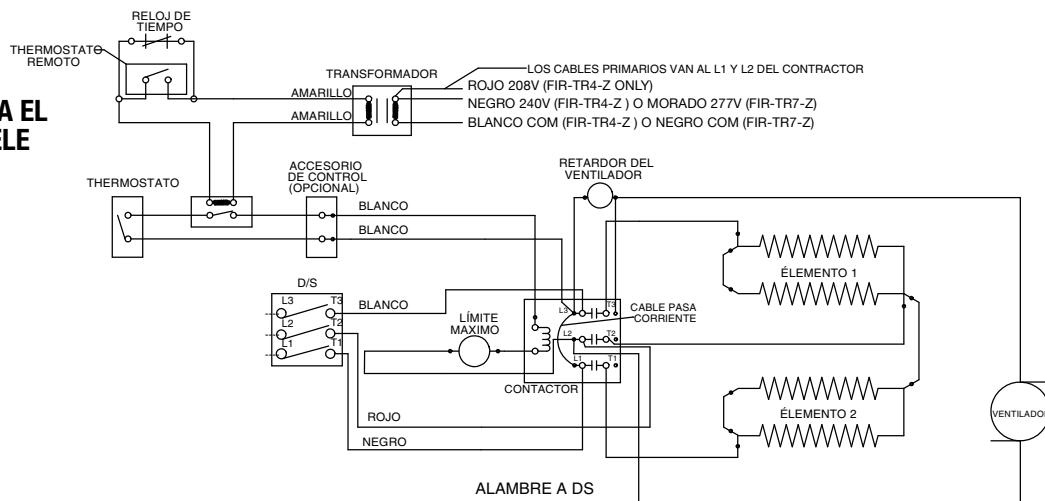

Figura 8
- Para cablear el transformador y el relé, refiérase al diagrama de cableado, Figura 8, y proceda como sigue: